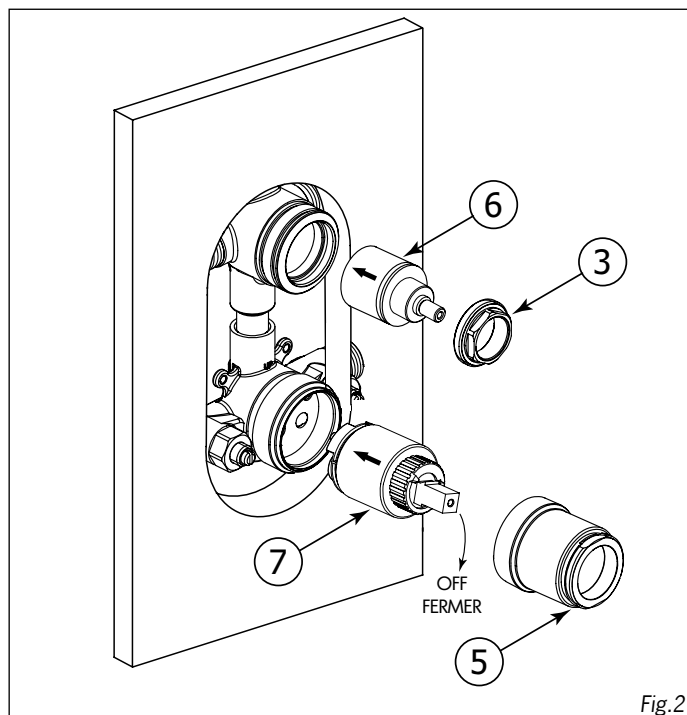

Fig.2
Insert the P.B. cartridge (7) and the diverter cartridge (6) into the valve body as shown (Fig.2). Screw the cartridge holder (5), large nut (3) back into place. DO NOT OVERTIGHTEN.
Insérer la cartouche P/B (7) et la cartouche du déviateur (6) dans la valve tel qu'illustré. (Voir Fig.2). Revisser le manchon (5) et l'écrou (3) en place. NE PAS TROP SERRER.